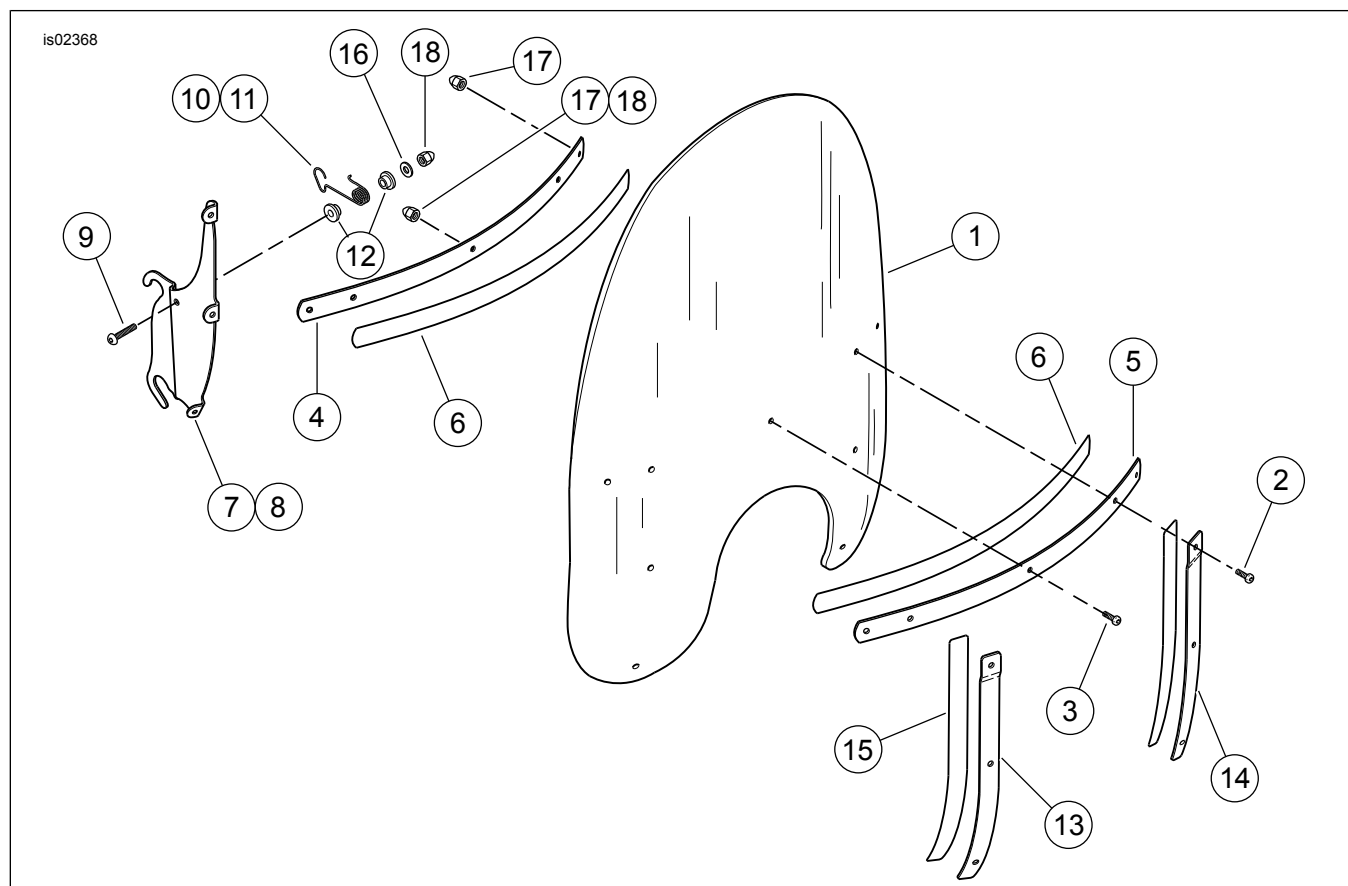
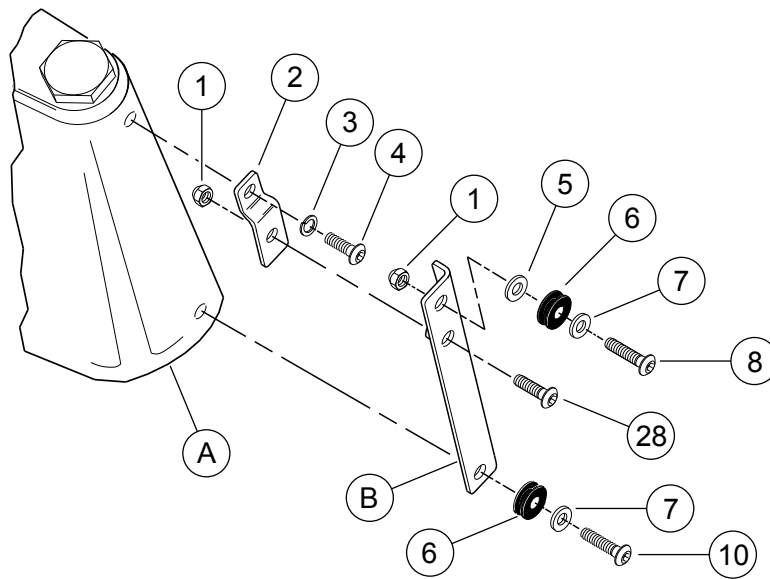

Figure 1. Pièces de rechange : Kits de pare-brise
Figure 2. Pièces de rechange : Kit de visserie du pare-brise
Voir Figure 1 et Tableau 2, Figure 2 et Tableau 3.
- Voir Figure 2. Maintenir en place les vis (10) de support inférieur du feu antibrouillard/de croisement. Faire tourner la partie supérieure des supports gauche et droit vers l'arrière de la moto.
- Insérer une longue vis de 3/4 pouce (9) fournie dans le kit dans l'écrou à souder sur le support du feu antibrouillard/de croisement, et serrer à un couple de 10,8 Nm (8 lb-pi). Placer l'extrémité large d'un support de montage (2) sur les filets de vis. Placer un contre-écrou (1) sur les filets de vis. Serrer le contre-écrou à un couple de 10,8 Nm (8 lb-pi).
- Placer une rondelle-frein (3) sur une vis de 1/2 pouce de long (4) fournie dans le kit. Insérer la vis à travers le support de montage (21) et le couvercle décoratif de la fourche, et dans le té de fourche. Utiliser une clé Allen insérée dans le trou en haut du support du feu antibrouillard/de croisement pour serrer la vis. Serrer.